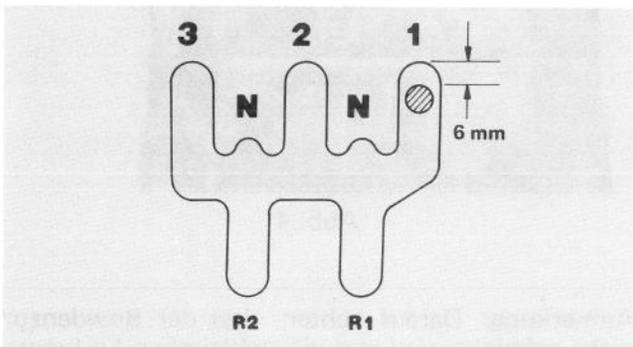

Abb. 6
1. Den Gangschalthebel in Stellung 1 bringen und so festhalten, dass seine Vorderkante 6 mm Abstand vom Schlitzende hat (Abb. 6).